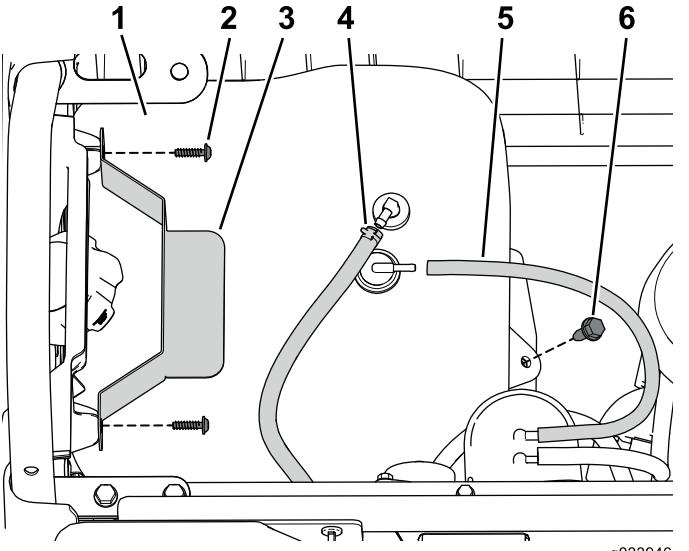

図 49
1. トレイに燃料タンクを載せる図 49。
2. タンクに通気チューブと燃料ラインを取り付ける。図 49
3. 押さえ棒を取り付ける外したねじを再使用する図 49。